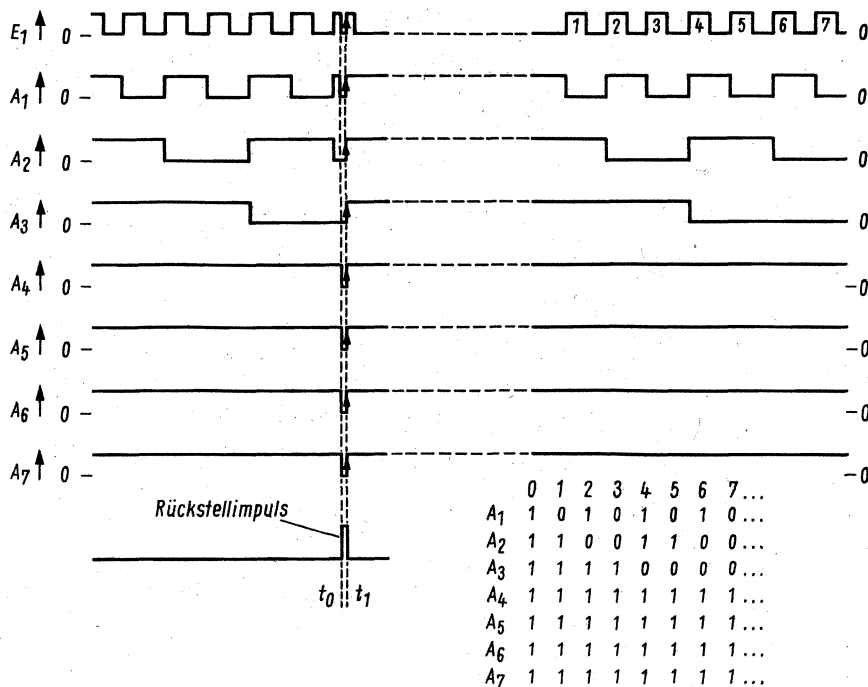

Bild 13. Rückstellung bei $U_{E1} = „1“$
2. $U_{E1} = „1“$ (Bild 13)
In Bild 13 dagegen sind alle Ausgänge unmittelbar nach dem Rückstellimpuls im Vorbereitungsphase, so daß schon der nächste Impuls als Nummer 1 richtig gezählt wird. Der Grund dafür ist folgender: Der Rückstellimpuls zieht in diesem Fall alle Ausgänge und den Ein-